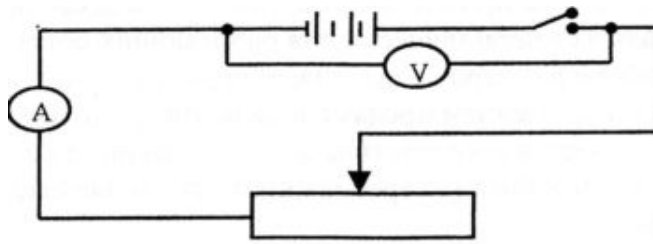

Рисунок 9 – Схема для определения сопротивления реостата
1) собрать цепь по схеме (рисунок 9):
На этом основано измерение э. д. с. Действительно, когда внешней цепи нет, то источник электрической энергии замкнут на вольтметр (рисунок 9б), который показывает падение напряжения IR на самом себе, равное U . А так как сопротивление вольтметра очень велико, то при этом справедливо соотношение (56).